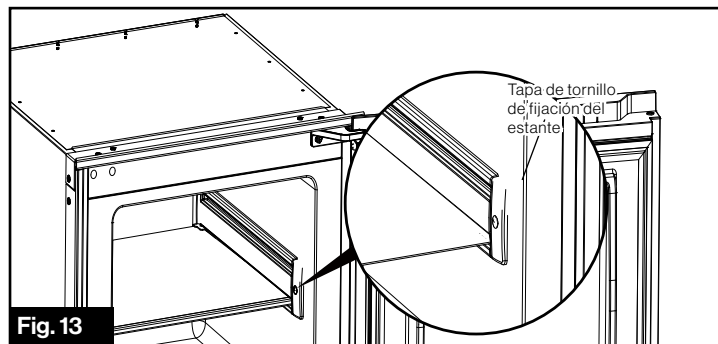

Fig. 13
2. Use una herramienta afilada para hacer palanca y abrir la tapa del tornillo de fijación. (Fig. 13)